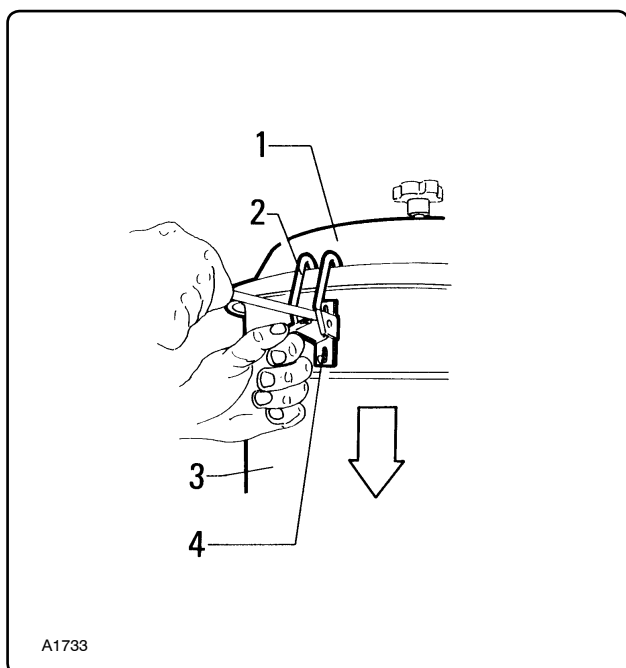

Рис. 7.5.7
7.5.5 - Проверка герметичности фильтрующей камеры (рис. 7.5.7)